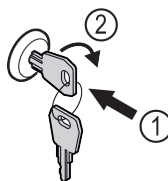

Fig. 168
- Schlüssel hineindrücken. Fig. 168 (1)
- Schlüssel um 90° im Uhrzeigersinn drehen. Fig. 168 (2)